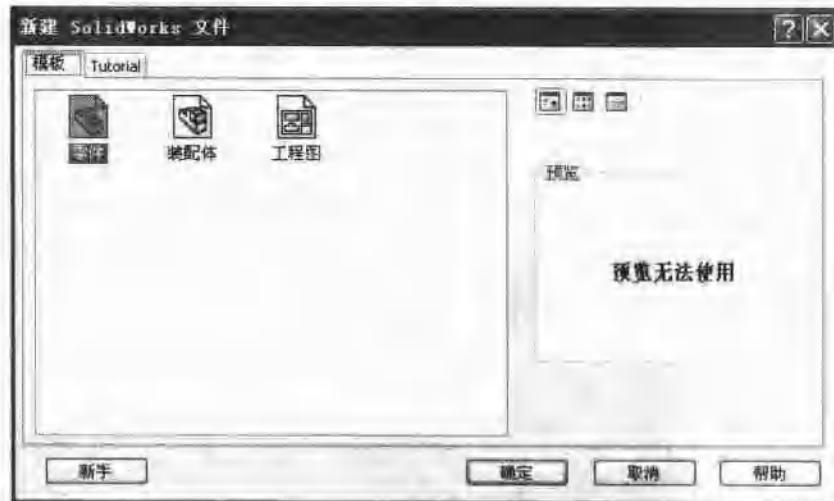

图 1-5 “模板”选项卡 ▶
- (1) 单击“零件”按钮，可进入 3D 零部件的操作界面，其中零件文件的扩展名为 (*.prt、*.Sldprt)。
- (2) 单击“装配体”按钮，可进入零件装配界面，其中装配体文件的扩展名为 (*.asm、*.Sldasm)。
- (3) 单击“工程图”按钮，可进入工程图的操作界面，其中工程图文件的扩展名为 (*.daw、*.Slldraw)。
- (4) 单击“高级”按钮可进入“新建 SolidWorks 文件”对话框，选择“模板”选项卡，如图 1-5 所示